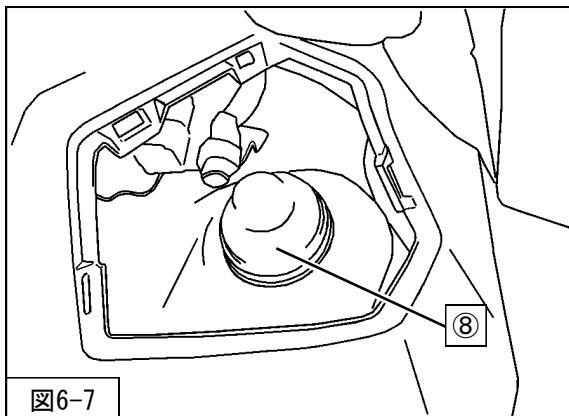

図6-7
9. ⑧キャップ
- を取付けてください。（図6-7）
10. ⑦サイドサービスホールカバー